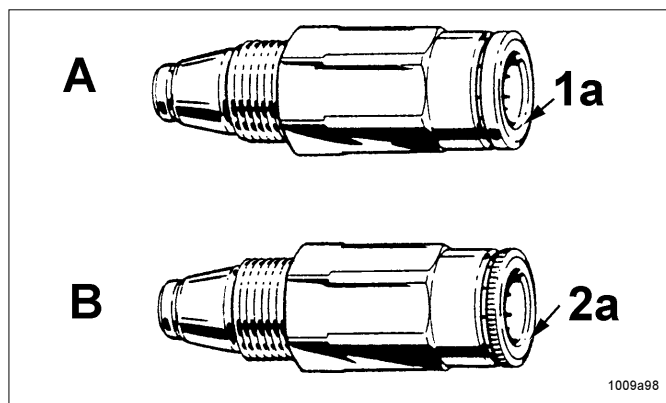

Fig. 39 - Différence entre les clapets anti-retour
- Pour les tuyaux polyamide haute pression (\varnothing 8,6 x 2,3 mm), utiliser le clapet anti-retour A Fig. 39, avec collet renforcé 1a et embase lisse (n° de réf. 226-14091-4)
- Pour les tubes polyamide pression (\varnothing 6 x 1,5 mm) utiliser le clapet anti-retour B, Fig. 39, avec collet standard 2a embase moletée (n° de réf. 226-14091-2)